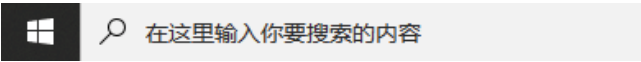
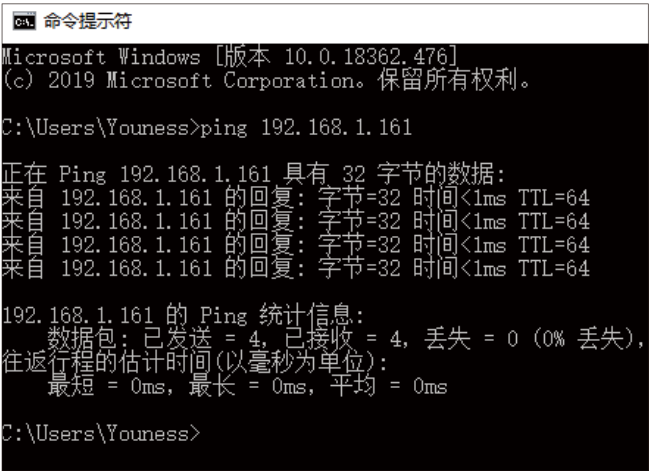

图8.1
图8.2
(2) 验证 PC 端的 IP 地址：在搜索框内输入 cmd（如图 8.1），打开命令提示符，在 doc 命令行直接 ping 机械臂的 IP 地址：ping 192.168.1.XXX(如图 8.2)，可成功收发数据包；